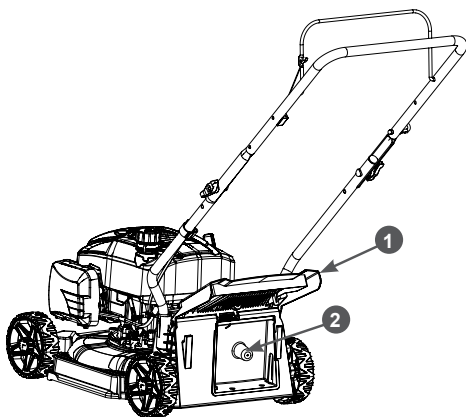

Рис. 11. Установка заглушки для мульчирования
- Для режима мульчирования необходимо установить заглушку для мульчирования 2 (Рис. 11), травосборник должен быть снят.